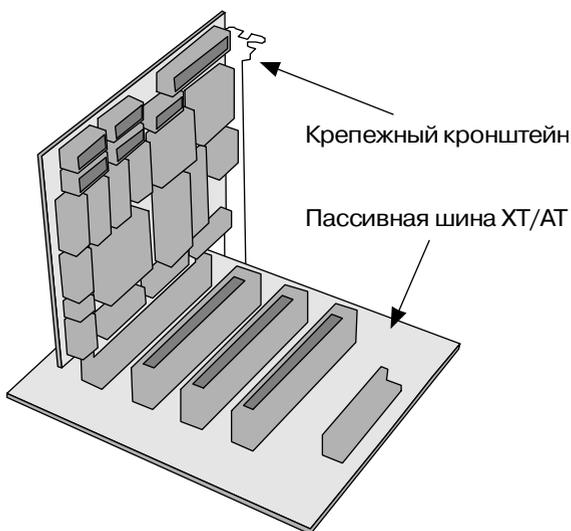

Рис. 8. Установка модуля 5066 в объединительную плату
3. Разместите объединительную плату на горизонтальной поверхности так, чтобы модуль располагался вертикально по отношению к поверхности, а элементный слой печатной платы модуля находился слева. Прикрепите монтажный кронштейн к ближней кромке печатной платы модуля. Зафиксируйте кронштейн с помощью двух винтов, входящих в комплект поставки (рис. 8).